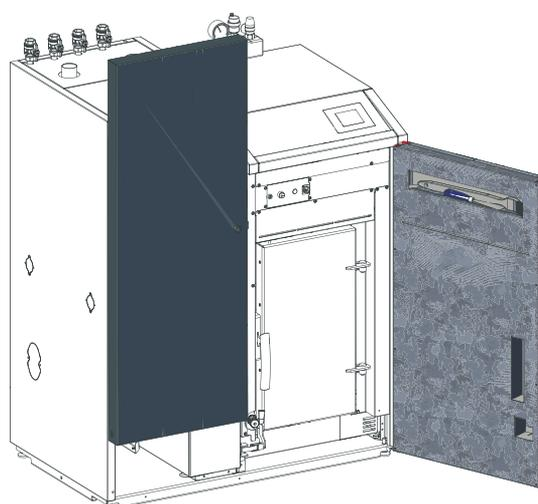

Fig. 8 Aprire la porta di contenimento destra
- Aprire la porta di contenimento destra – Fig. 8.